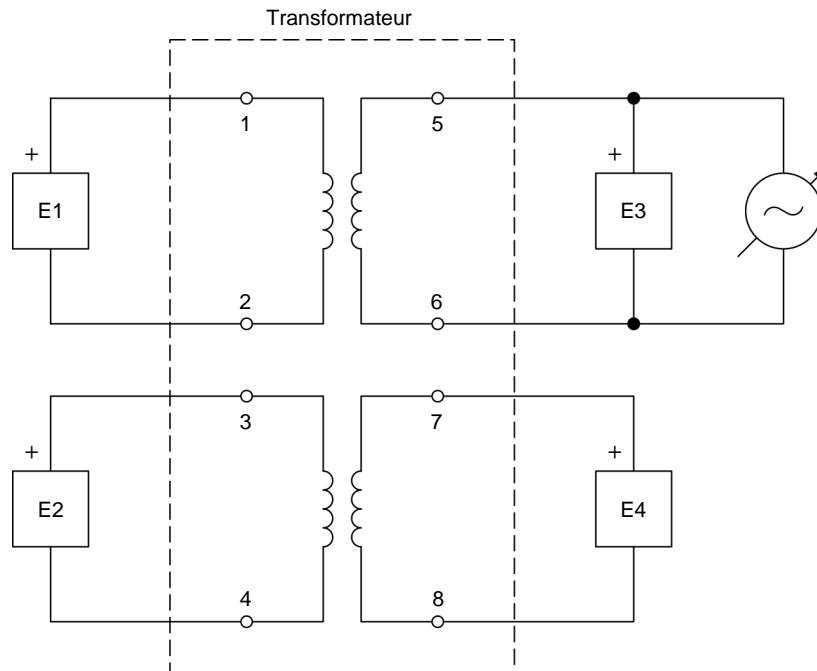

Figure 7. Circuit pour mesurer la tension induite à chaque enroulement du transformateur lorsque la source d'alimentation ca est connectée à l'enroulement 5-6.
17. Connectez l'équipement tel que montré dans la figure 7.